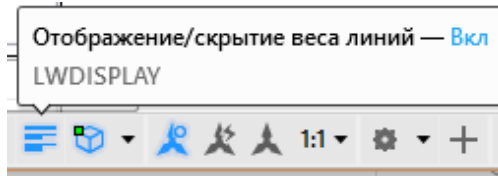

Рисунок 33 – Отображение веса линий
3.14 В инструментах строки состояния включаем "Отображение веса линий" (рисунок 33).